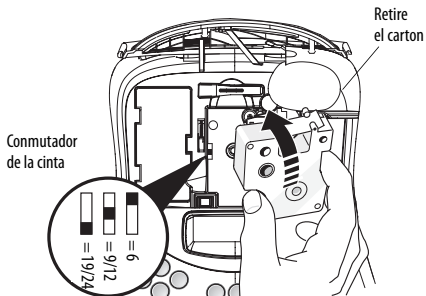

Figura 4
❗ Retire el cartón protector situado entre el cabezal de impresión y el rodillo. Véase Figura 4.
2. Ponga el conmutador del cartucho para el tamaño de cinta que vaya a introducir. Véase Figura 4. Cuando el conmutador se encuentre en la posición correcta, quedará fijado por medio de una muesca en el cartucho.